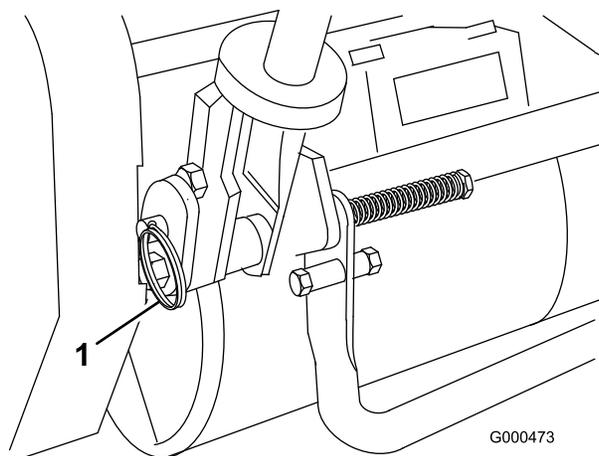

Figure 11
- Retirez les goupilles fendues des axes de chape de chaque côté de la tondeuse (Figure 11).
- Soutenez le guidon et retirez les axes de chape de chaque côté pour monter ou descendre le guidon à la hauteur voulue (Figure 11).